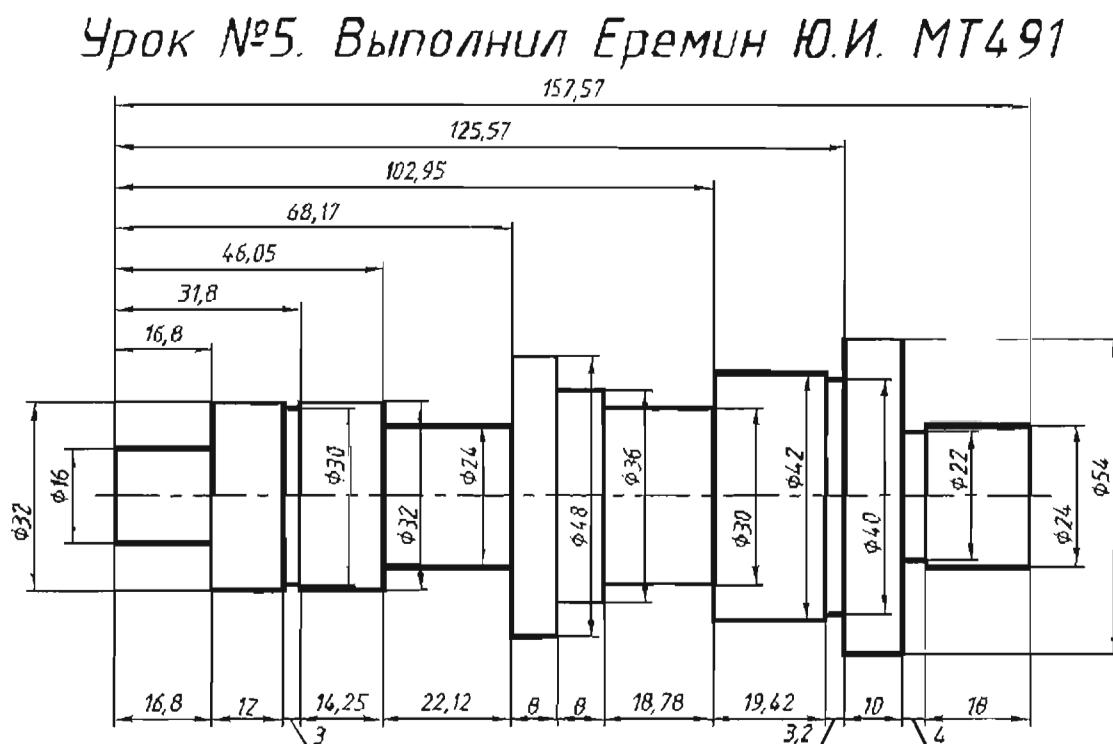

Рис. 6.1. Чертеж вала с двумя вариантами простановки линейных размеров
6.2.1. Начертить вал, приставить размеры (для линейных размеров привести два варианта) (рис. 6.1).
Размерные цепи (**Continuous Dimension**) представляют собой цепочку размеров, у которых начало каждого последующего размера совпадает с концом предыдущего. А сумма всех размеров равна расстоянию между первой и последней выносной линией размерной цепи (см. рис. 6.1 снизу).
Базовые размеры (**Baseline Dimension**) – это последовательность размеров, построенных от одной базовой линии (первой выносной линии), у которых имеется одна общая выносная линия, а количество вторых выносных и размерных линий соответствует количеству простоявших от одной базы размеров (см. рис. 6.1 сверху). Размерные линии в базовых размерах располагаются со смещением, которое определяется в размерном стиле на вкладке **Lines** (Линии) в области **Dimension Lines** (Размерные линии) в поле **Baseline spacing** (Шаг в базовых размерах) (см. разд. 3.3.3 рис. 3.14). Согласно ГОСТ 2.307-2011 наименьшее расстояние между параллельными размерными линиями 7 мм, между размерной и линией контура – 10 мм.